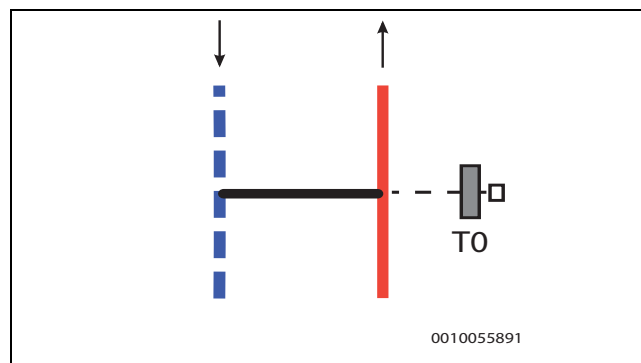

Fig. 10 Modèle droit du by-pass
- La sonde de température de départ TO est installée au raccordement départ du by-pass → Figure 10.